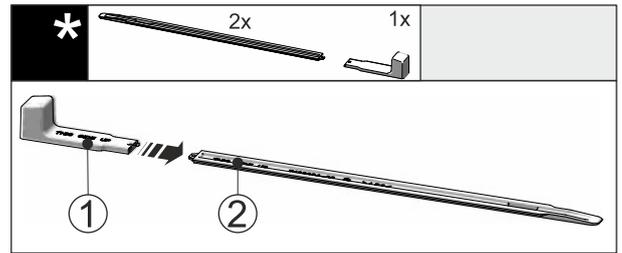

Fig. 47
- ▶ Stikk monteringshåndtakene Fig. 47 (1) på nivelleringskinnen Fig. 47 (2).